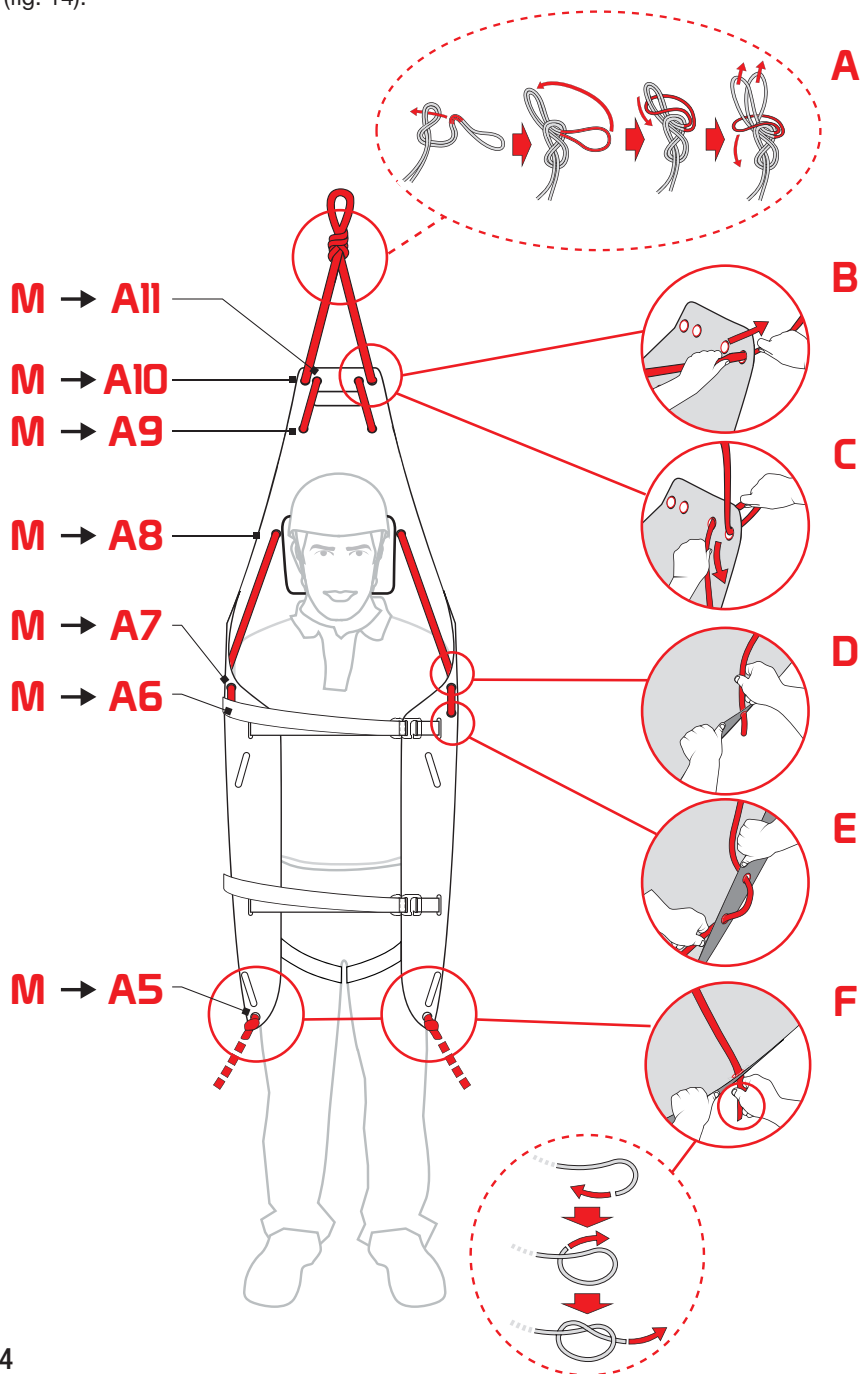

Fig.14
c) levage/descente à la verticale : enfile la corde (M) dans les trous de A5 à A11 du plan d'appui (fig. 14).